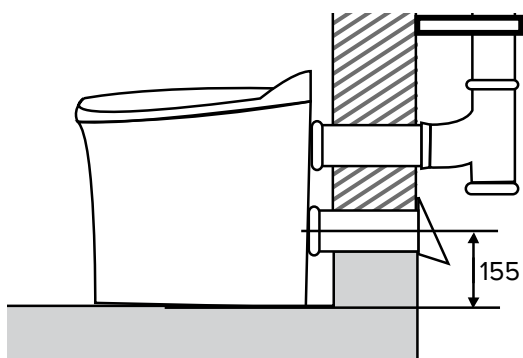

fig. 2
3. Montera ett av de korta medföljande rören med den konformade/avrundade delen inåt mot toaletten, se fig. 2 og 3.